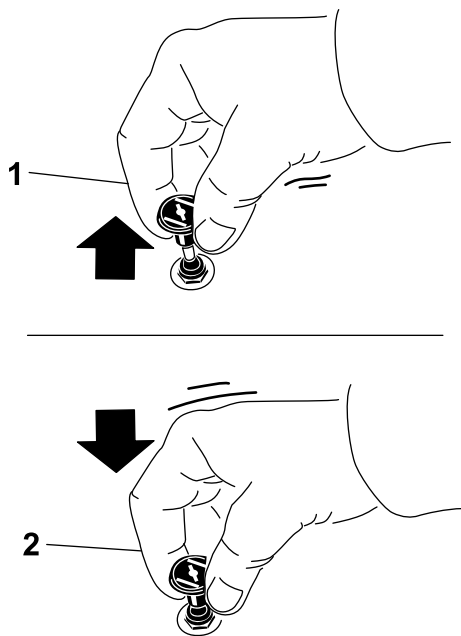

Figura 19
1. Tire hacia arriba del mando para engranar el estárter antes de usar el interruptor de encendido (Figura 19).
2. Presione hacia abajo el control del estárter para desactivar el estárter después de que el motor arranque (Figura 19).